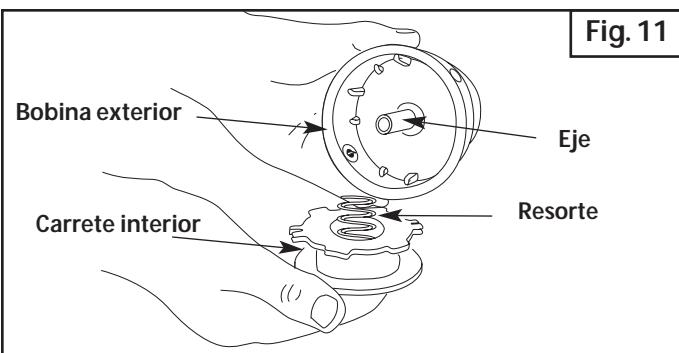

Fig. 11
2. Saque el carrete interior de la bobina exterior (Fig. 11).
3. Saque el resorte del carrete interior (Fig. 11).
2. Saque el carrete interior viejo de la bobina exterior (Fig. 11).
3. Saque el resorte del carrete interior viejo (Fig. 11).